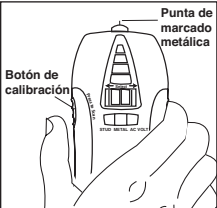

Fig. 6
- Presione el botón de calibración/activación ubicado en el lado, para activar la prueba. Continúe presionando este botón mientras desliza la unidad por la superficie. **(Fig. 6)**